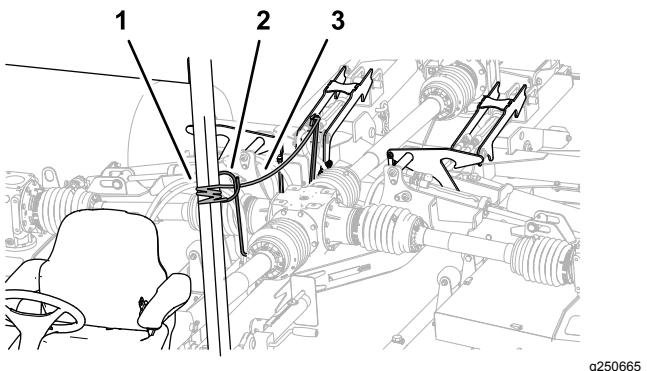

Figure 34
1. Acheminez le cordon de verrouillage du plateau du guide-flexible au siège de l'utilisateur (Figure 34).
2. Attachez le cordon au composant du châssis fixe du véhicule tracteur, par exemple le montant de l'arceau de sécurité (ROPS) (Figure 34).